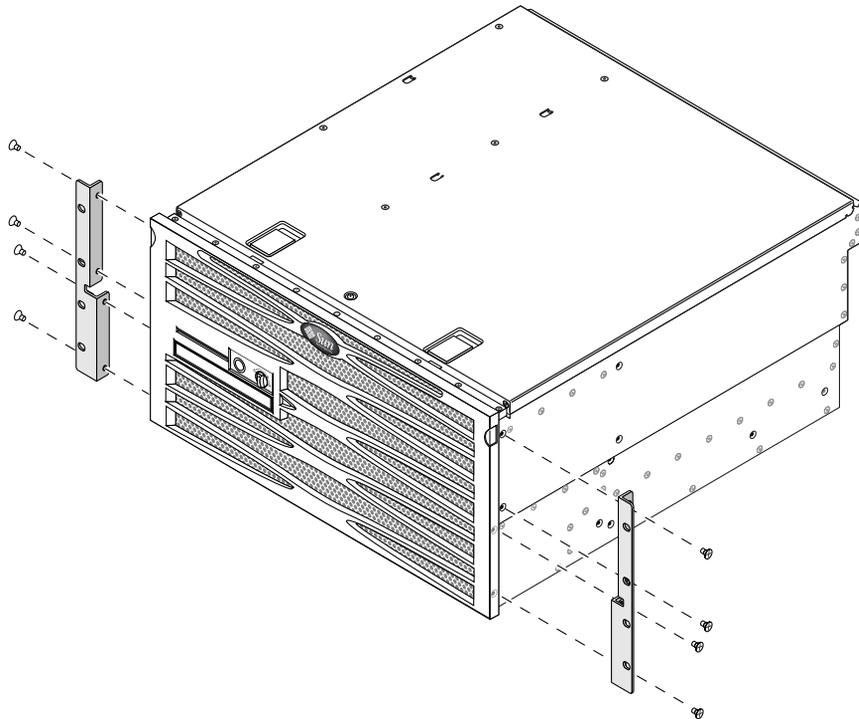

ABBILDUNG 3-18 Befestigen der Festmontagewinkel am Server
2. Befestigen Sie unter Verwendung der mitgelieferten M5 × 8 mm-Kreuzschlitz-Senkkopfschrauben (je vier Schrauben pro Winkel) die vorderen Montagewinkel seitlich am Server (ABBILDUNG 3-18).